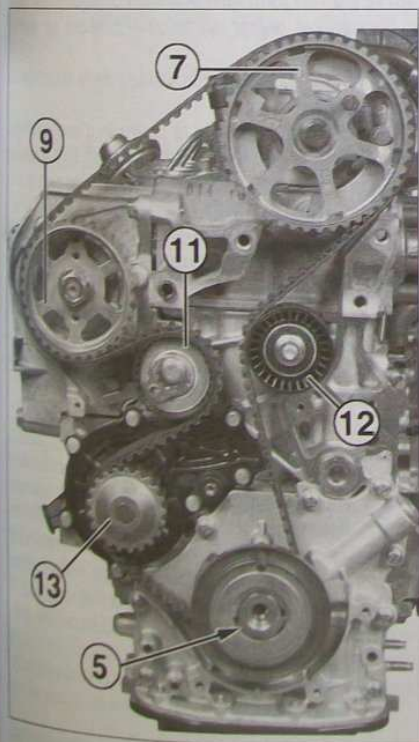

FIG. 13
- Reposer le galet tendeur (11) sans serrer sa vis de fixation.
- Reposer la courroie de distribution en commençant par la roue dentée de vilebrequin (5), le galet enrouleur (12), la roue dentée d'arbre à cames (7), la roue dentée de pompe à eau (13), la roue dentée de pompe haute pression (9) et en terminant par le galet tendeur (11) (Fig.13).